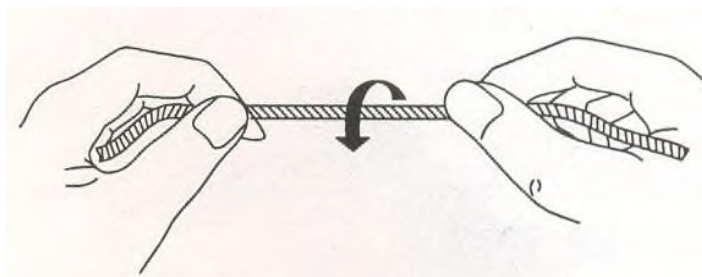

Рис. 5
8. Выбор нити (Рис. 5)
Игольная нить должна быть нитью левой крутки; шпульная нить может быть нитью левой или правой крутки. Способ определения направления крутки нити: держите нить левой рукой, закручивайте ее в направлении, показанном на Рис. 5, если нить закручивается с трудом, это нить левой крутки, наоборот –